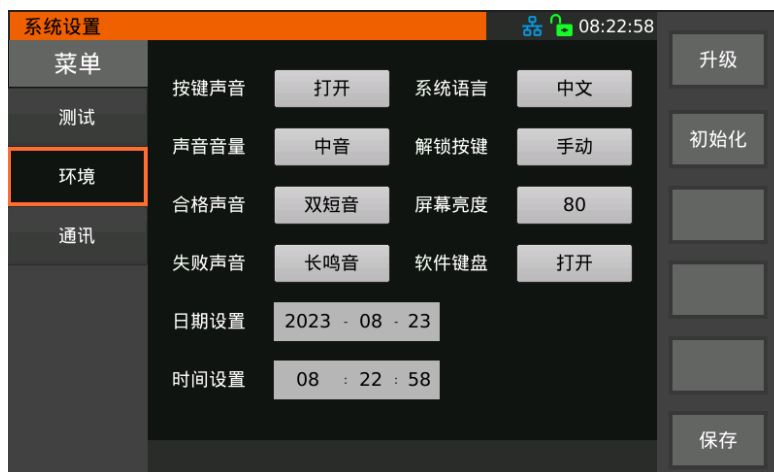

图 3-8 系统环境参数设置
- 2、通过【▲】、【▼】方向键或旋钮或直接触摸屏幕选择进入图 3-8 所示的环境相关的系统设置界面。
系统设置中环境相关参数设置如图 3-8 所示: